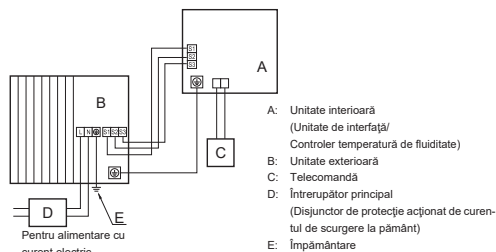
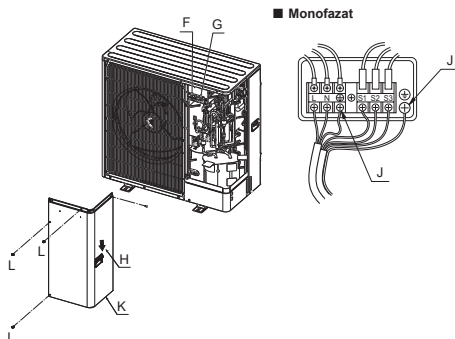

Fig. 7-1
Fig. 7-2
7.1. Unitatea exterioară (Fig. 7-1, Fig. 7-2)
- (1) Demontați panoul de întreținere.
- (2) Conectați cablurile respectând instrucțiunile din Fig. 7-1 și Fig. 7-2.